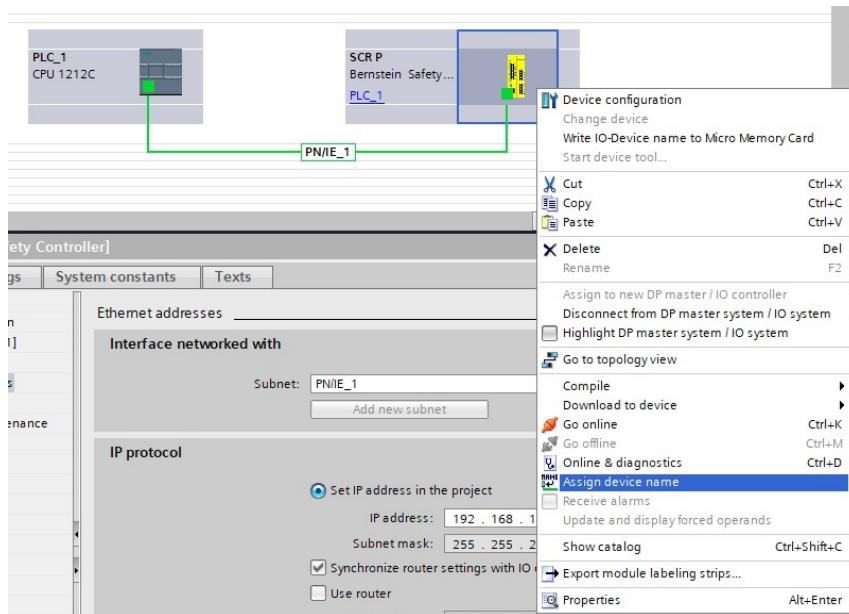

Abbildung 159: Ethernet-Adressen
- a. Geben Sie in das Feld **Projektname** den Namen des Projekts in der SPS-Software ein. Siehe Punkt 1 in Abbildung 159 auf Seite 202. In diesem Beispiel ist es SCx.
- b. Geben Sie in das Feld **Steuerungsname** den Namen der Sicherheitssteuerung in der SPS-Software ein. Siehe Punkt 2 in Abbildung 159 auf Seite 202. In diesem Beispiel ist es Box 8.